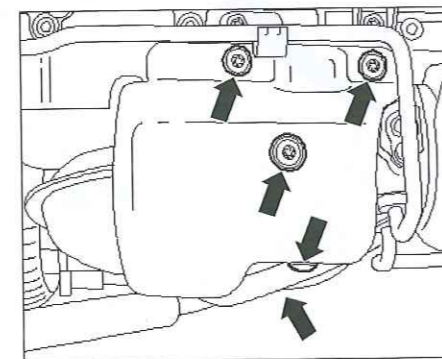

Fig. 51
- Desmontar los tornillos y retirar la chapa calorífuga del turbocompresor (Fig.51).